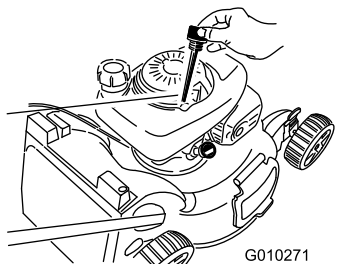

Figure 37
6. Retirez la jauge de niveau du tube de remplissage (Figure 37).